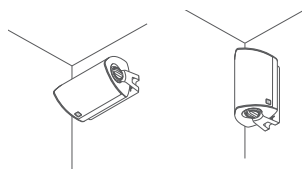

图 1
- AW 扬声器的位置应尽可能靠近聆听区域。扬声器可以水平, 也可以垂直放置 (见图 1)。